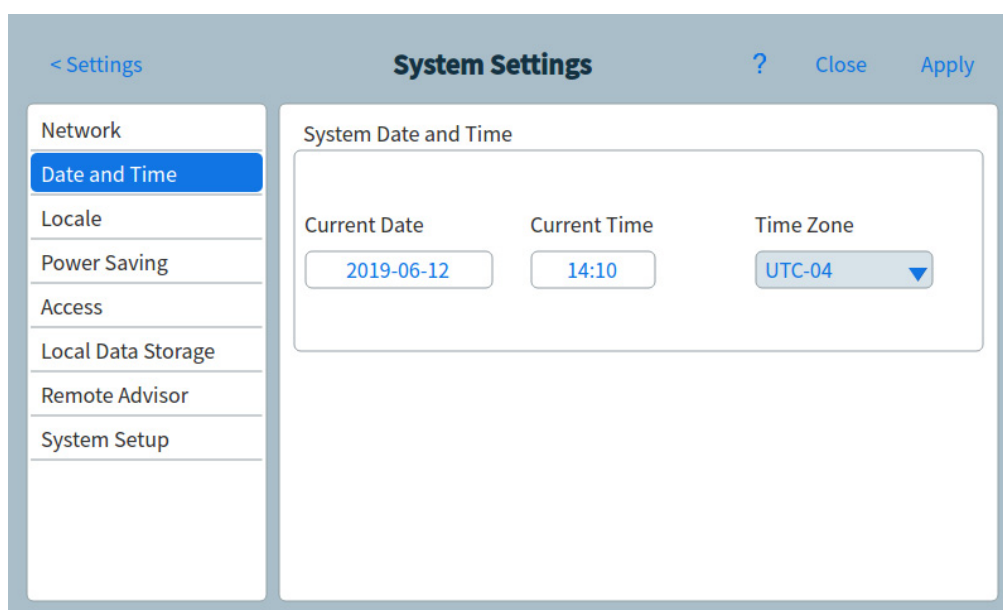

Figura 42 Pagina System Settings
- 1 Dalla pagina System Settings, premere il tasto di selezione **Date and time**. Compare la pagina Date and Time. Vedere Figura 42.